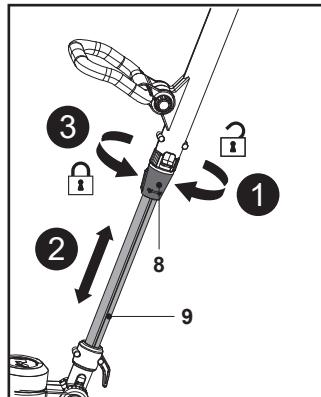

Rys. 4
1. Nacisnąć przycisk blokady (15a) i przytrzymać go w tym położeniu, a następnie obrócić uchwyt dodatkowy (15) do góry lub do dołu, aby dostosować kąt (rys. 4).
2. Zwolnić przycisk blokady (15a) i kontynuować delikatne obracanie uchwytu dodatkowego (15) aż do zablokowania we właściwym położeniu. Upewnić się, że system zębów zablokował się we właściwym położeniu.